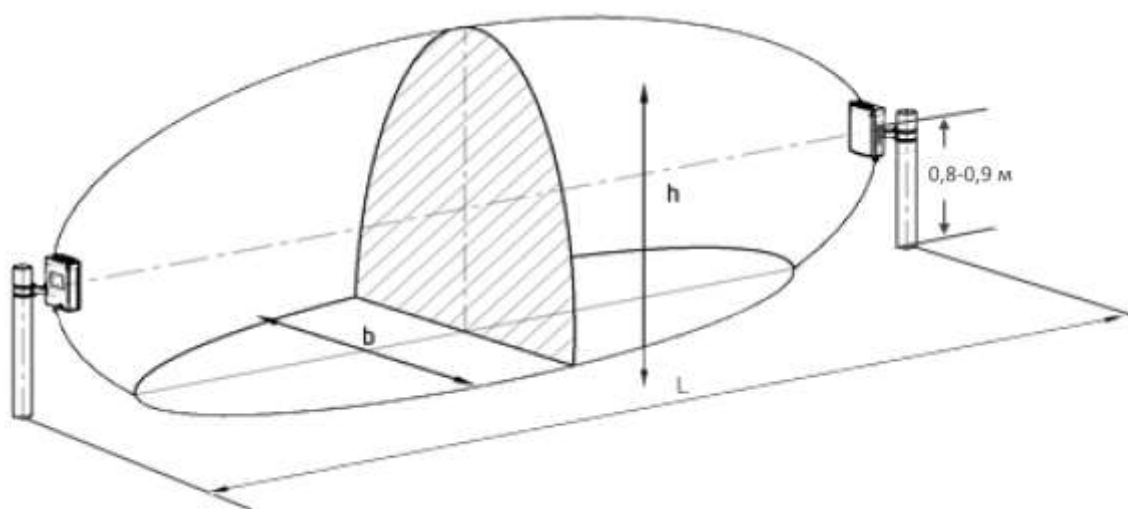

Рис. 1. Зона обнаружения извещателя
5.3. Зона обнаружения извещателя имеет форму эллипса вращения. ПРМ и ПРД находятся в вершинах этого эллипса. Форма ЗО схематично представлена на рисунке Рис.1.